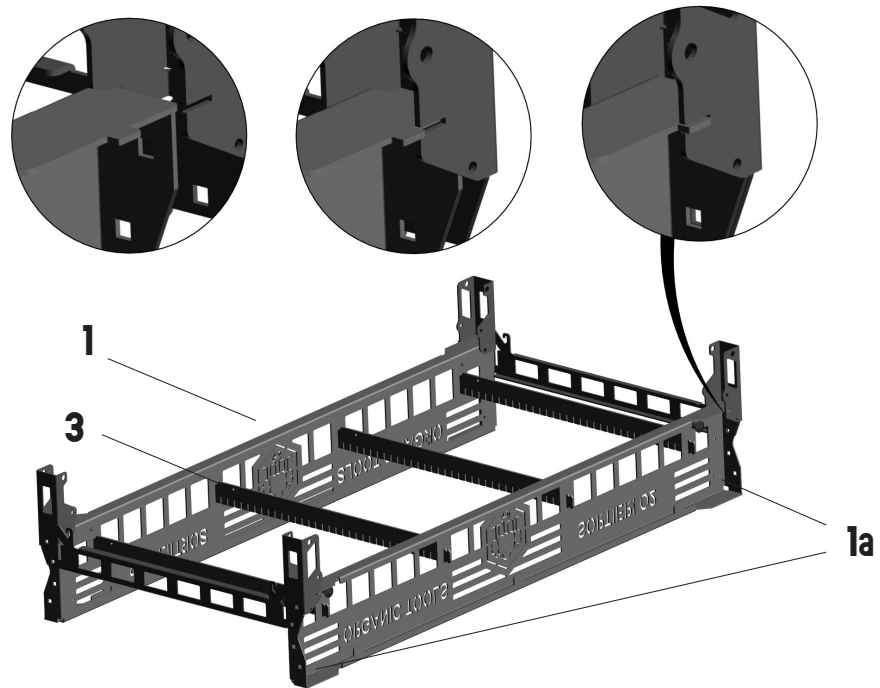

Abbildung 4: Die kleine Nase der Seitenwangen muss in den Schlitz der Stirnseiten gleiten.
Positionieren Sie die zwei Stirnseiten (2) an den Seitenwangen (1). Die Stirnseiten müssen dabei so aufgeschoben werden, dass die kleine Nase der Seitenwangen (1) in den Schlitz der Stirnseiten (2) hinein gleitet (siehe Abbildung 4).